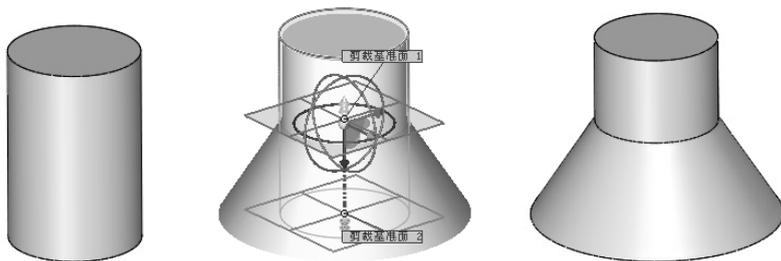

图 3-23
- 锥削：使模型随着比例因子的缩放，产生具有一定锥度的变形，如图 3-23 所示。